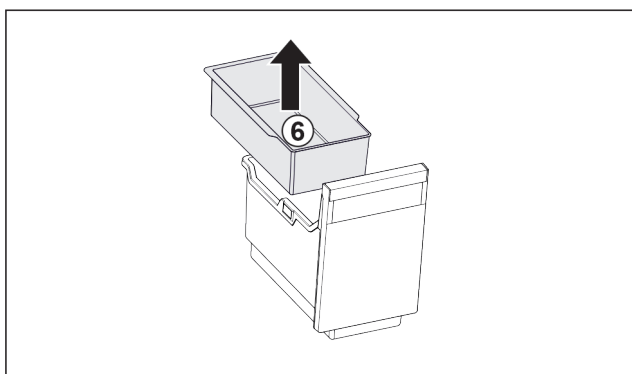

Fig. 100
- ▶ Ta ut brettet Fig. 100 (6).